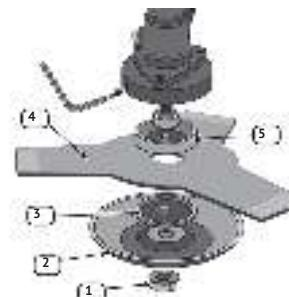

рис.5
6.4 Установка режущего ножа (рис. 5)
- застопорив шпиндель, открутить гайку крепления ножа (рис.5 поз.1), поворачивая её по часовой стрелке (резьба левая);
- снять нижнюю крышку (рис.5 поз.2) и зажимной фланец (рис.5 поз.3) со шпинделем выходного редуктора;
- установить на шпиндель: опорный фланец (рис.5 поз.5), режущий нож (рис.5 поз.4), зажимной фланец и нижнюю крышку;
- убедитесь, что режущий нож отцентрирован и ровно лежит на опорном фланце (рис.5 поз.5);
- застопорив шпиндель, открутить гайку крепления ножа (рис.5 поз.1), поворачивая её по часовой стрелке;
- снять нижнюю крышку (рис.5 поз.2), зажимной фланец (рис.5 поз.3) и нож, если установлен, со шпинделя выходного редуктора;